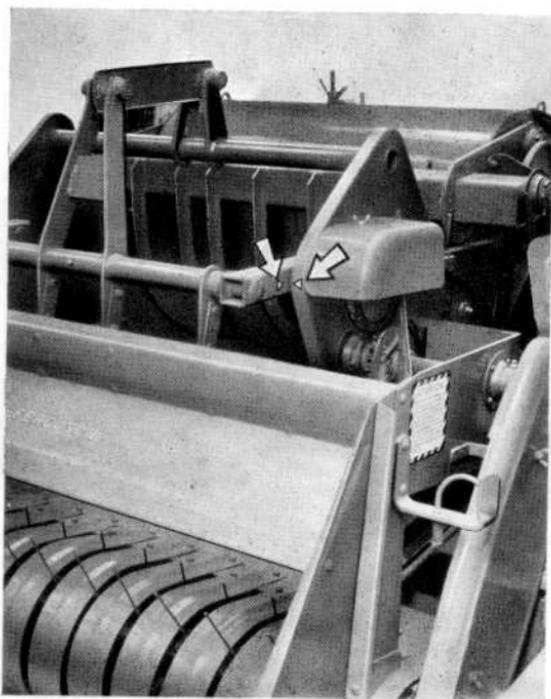

Fig. 13
- Orienter les bras carrés du vilebrequin d'alimentation horizontalement vers l'avant en faisant coïncider les deux repères peints en blanc et mettre en place la chaîne de commande des ameneurs (fig. 13) ;